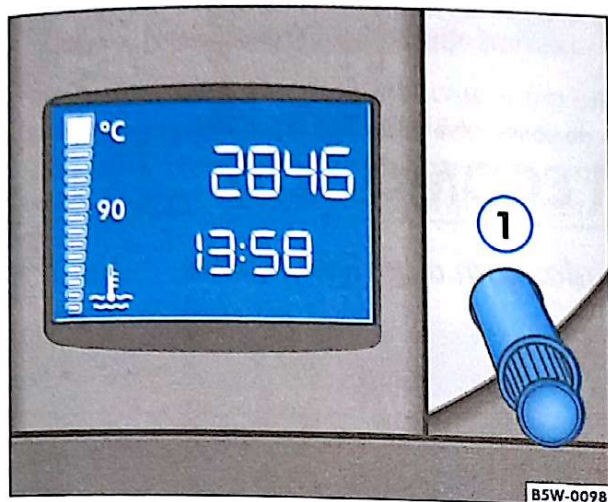
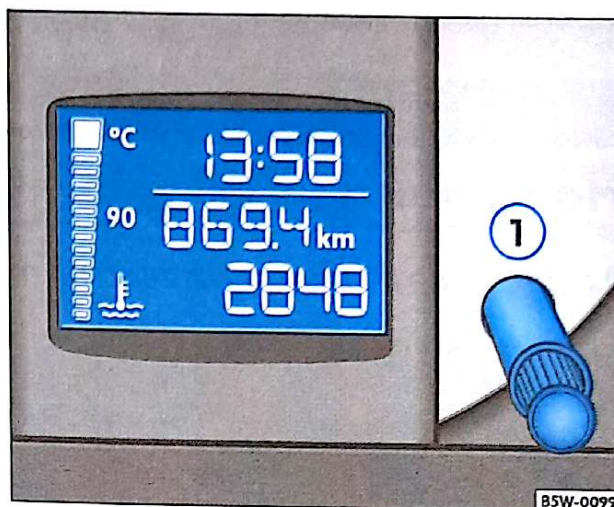

Fig. 35 Hodômetro e relógio - display com 2 linhas
Fig. 36 Hodômetro e relógio - display com 3 linhas
O hodômetro parcial retornará a zero quando se pressionar o respectivo botão  $\Rightarrow$  fig. 35 ① ou  $\Rightarrow$  fig. 36 ①, por mais de dois segundos. O hodômetro será zerado, também, quando a bateria for desligada ou se atingir a distância de 1999 km  $\Rightarrow$   $\Delta$ .
Com a ignição ligada, selecione a função relógio9), pressionando o botão  $\Rightarrow$  fig. 35 ① por menos de dois segundos.
Para acertar as horas do relógio9), com a ignição ligada e sem as informações do rádio no display, gire o botão  $\Rightarrow$  fig. 36 ①, brevemente, no sentido anti-horário. Para acertar os minutos, gire o botão ① no sentido horário.